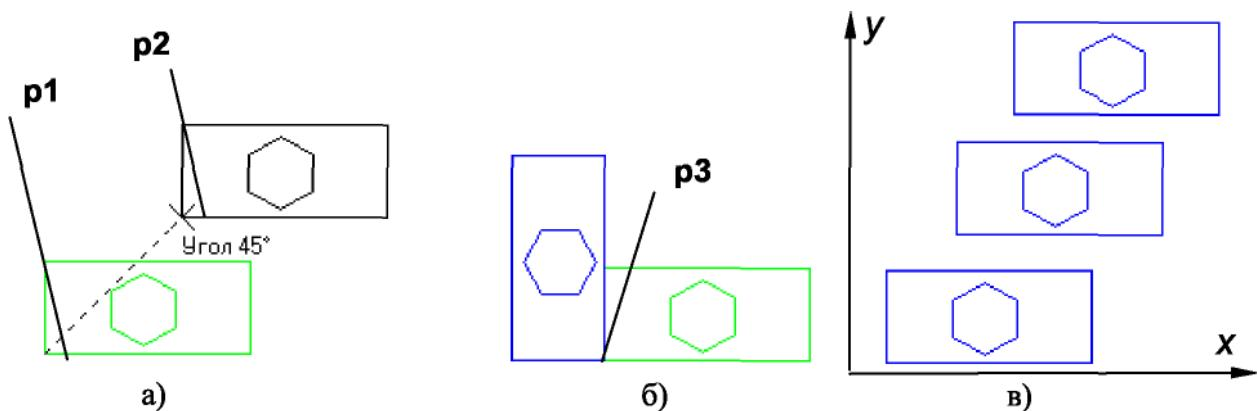

Рис. 4.3. - Примеры использования команд сдвига и копирования объектов
- 3) указать положение базовой точки **p1** (рис. 4.3 а);
- 4) указать новое положение базовой точки **p2** (рис. 4.3 а);
- **Копирование.** Копирование осуществляется смещением копии по осям x и y (рис. 4.3в).